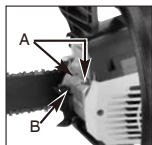

Bild. 17A
- Entfernen Sie die 2 Bolzen (A) und ziehen Sie den Schalldämpfer heraus. (Bild.17A).